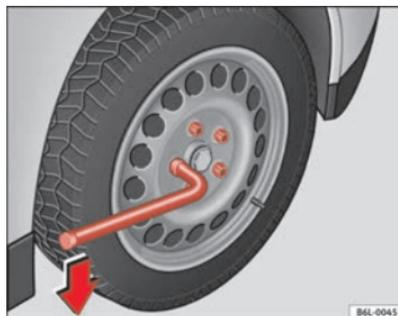

Abb. 123 Radwechsel: Radschrauben lockern
- Greifen Sie das Ende des Radschlüssels und drehen Sie die Schraube etwa eine Umdrehung nach **links** ⇒ Abb. 123.